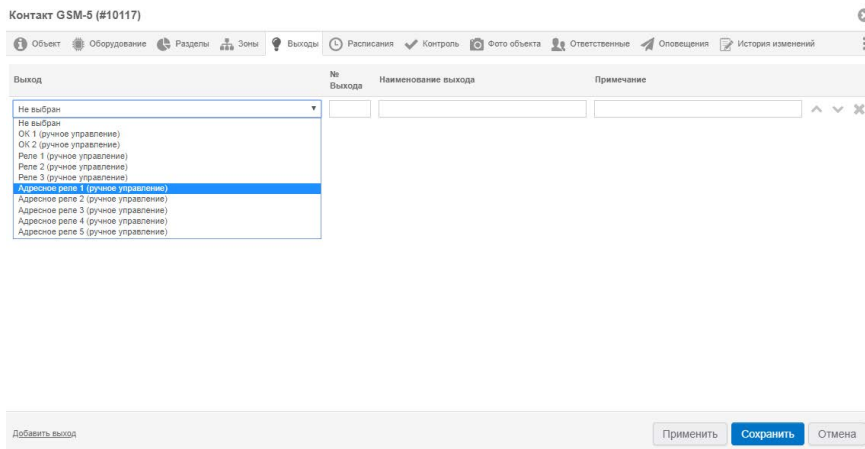

Рисунок 42. Добавление выходов
- Добавьте нужные выходы (рис. 42);